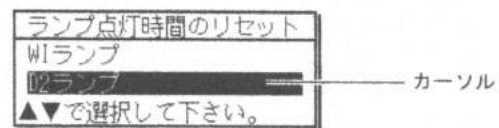

図 3.5
**▲** **▼** キーで [D2 ランプ] (図 3.5) にカーソルを移動させ、**ENTER** キーを押します。